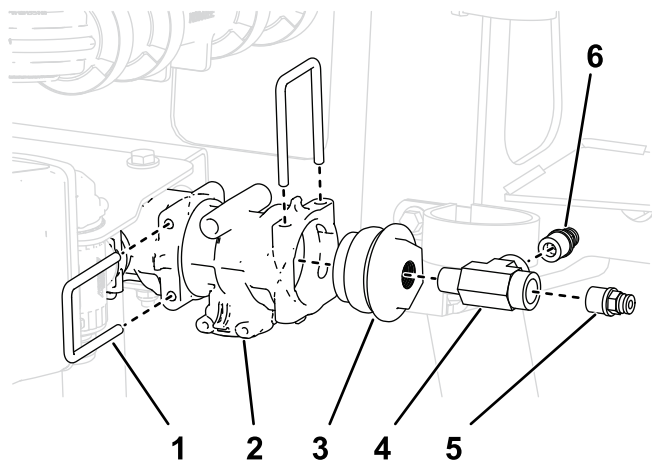

图 34
9. 在随附的螺纹 T 形接头的螺纹上施用聚四氟乙烯密封材料并将 T 形接头连接至接头帽 图 34。